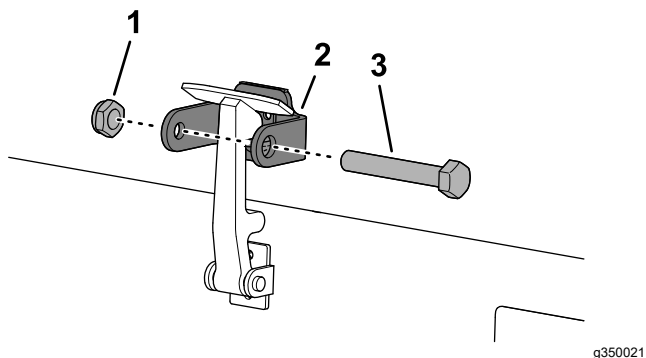

Figura 35
7. Aperte o parafuso no outro braço do suporte da trava do capô para travar o fecho na posição (Figura 35).